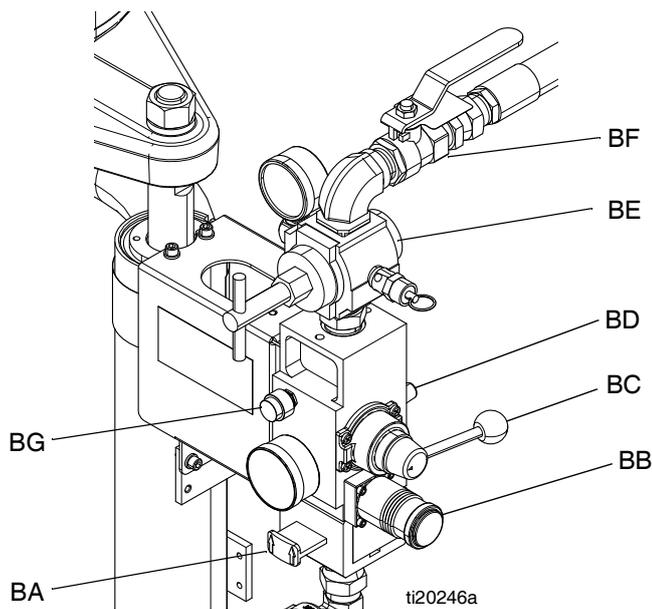
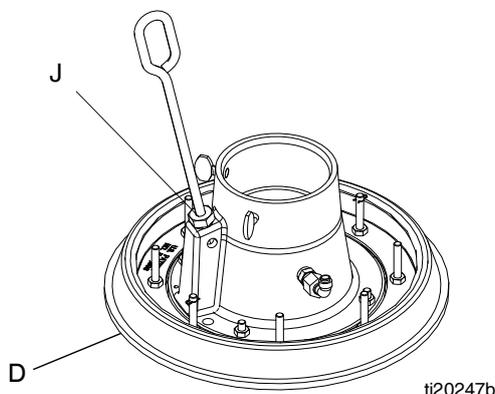

FIG. 2. Comandi pneumatici integrati
FIG. 9
| G Controlli pneumatici integrati (vedere FIG. 2 a pagina 6) | |
2. Vedere FIG. 2, pagina 6.
- a. Chiudere la valvola a sfera del motore pneumatico (BF) e la valvola a guida dell'aria principale (BA).
- b. *Se il PISTONE è in posizione sollevata*, impostare la valvola direzionale del pistone (BC) su GIÙ. Il pistone scenderà lentamente.
2. Consultare FIG. 1 e FIG. 2. Chiudere tutti i regolatori e le valvole dell'aria.
3. Aprire la valvola a guida dell'aria principale (BA) e impostare il regolatore dell'aria del pistone (BB) a 0,31 MPa (45 psi, 3,1 bar). Impostare la valvola direzionale (BC) su SU e lasciar salire il pistone fino all'altezza massima.
- Collocare un fusto pieno di fluido sulla base del pistone, farlo scorrere fino ai fermi del fusto e centrarlo sotto la piastra (D). Vedere FIG. 9.